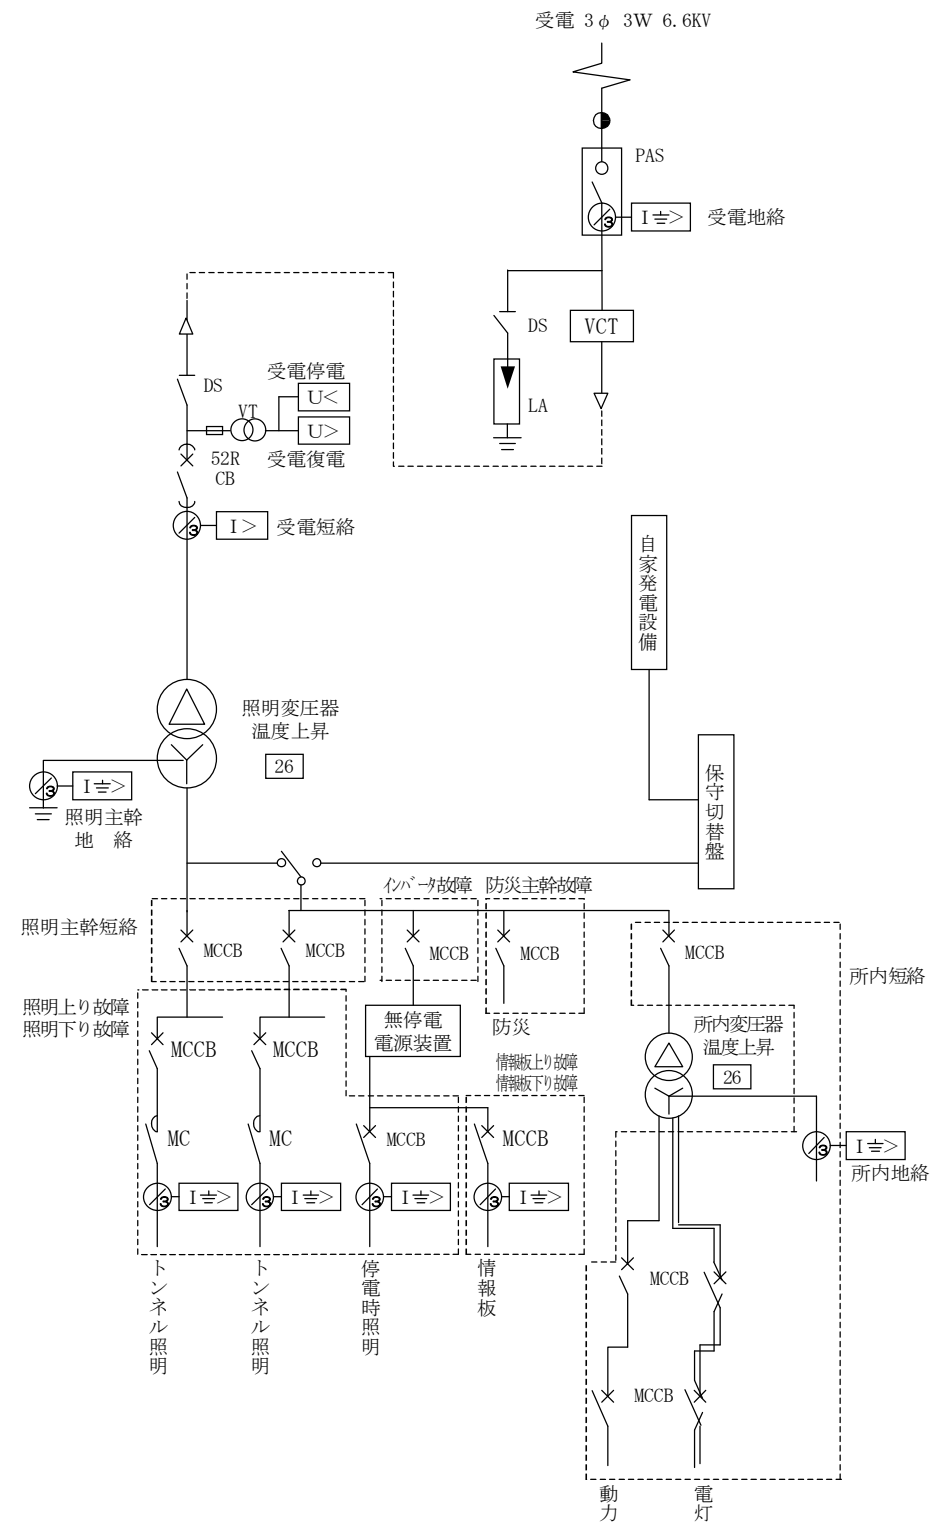
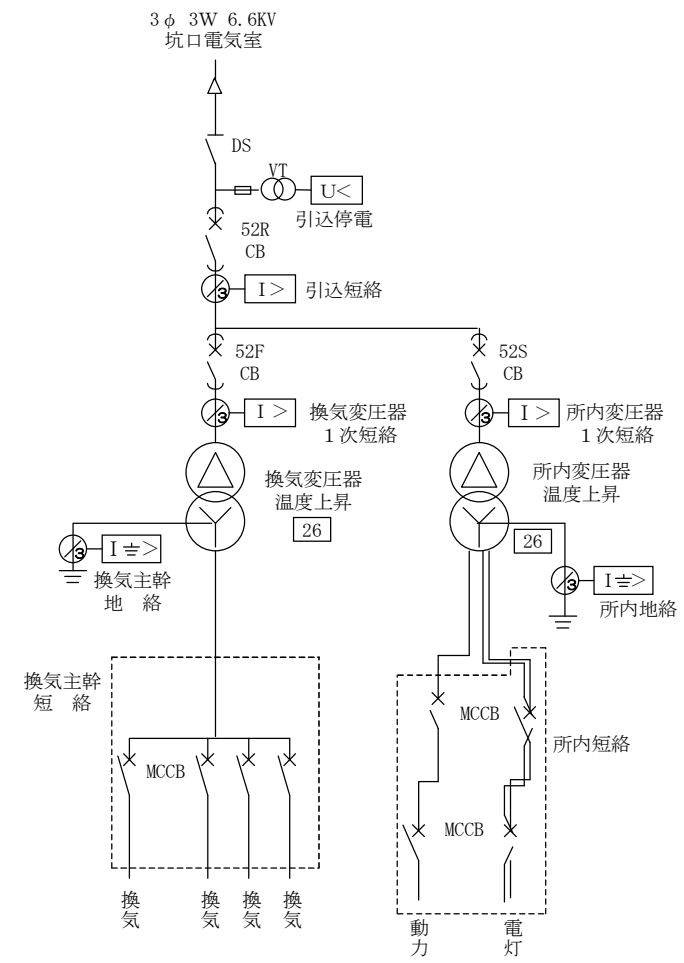

図 2-4-7 故障接点のまとめ方 (換気無しの場合)
図 2-4-12 故障接点のまとめ方 (送風機及び排風機換気の場合 副電気室 (非常用施設及び照明無))
4) 電力系統の故障接点のまとめ方を図 2-4-7～図 2-4-12 に示す。